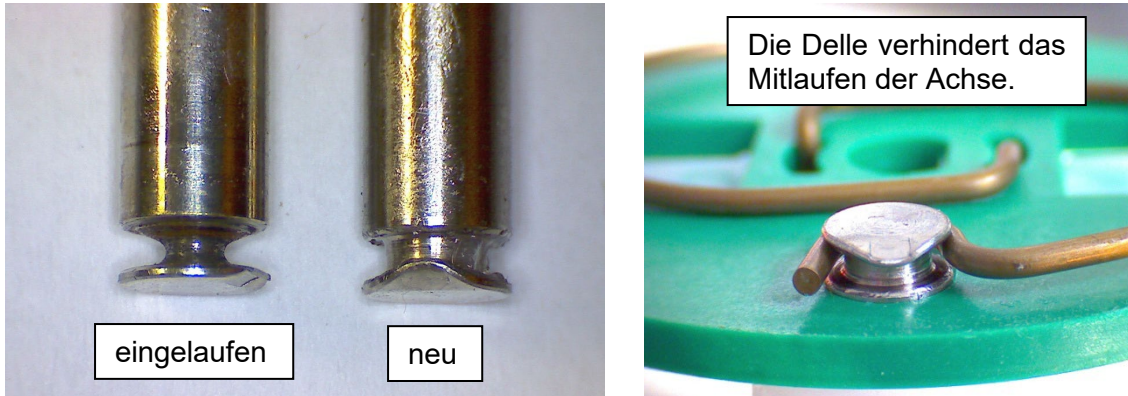

Abbildung 10 Überprüfung der Achsen der Andruckrollen
3. Pumpenkopf ② von der Motorwelle ziehen
5. Das Entfernen der Federn (4 Stück) ③ vom Rollenträger ist ohne Zuhilfenahme von Werkzeugen einfach möglich. Hierzu Feder aus der Nut ④ neben der Wellenbohrung herausziehen
6. Die Rollenachsen demontieren und die Rollen wechseln. Darauf achten, dass die Andruckfeder nicht in die Achse eingelaufen ist und die Einpressung (Delle) an der Achsenstirnseite beschädigt hat. Bei Abnutzung muss die Achse gewechselt werden (siehe Abbildung 10).
7. Sicherstellen, dass die Kunststoffrollen leicht auf der Achse rollen. Nach dem Wiedereinbau der Achse mit Rolle in den Rollenträger muss die Feder wie in Abbildung 10 gezeigt, montiert sein. Bitte auf richtige Ausrichtung der Einkerbung (Delle) achten.